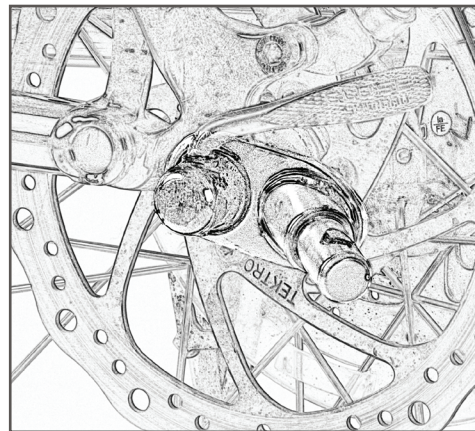

図25
2. ヒッチをスクエア上でスライドさせ、傾斜タブが外側に向くようにし、スクエアを車軸に再度取り付け、ヒッチ・タブがバイクの後部を向くようにし、床面にほぼ並行となるように配置してください(図25)。